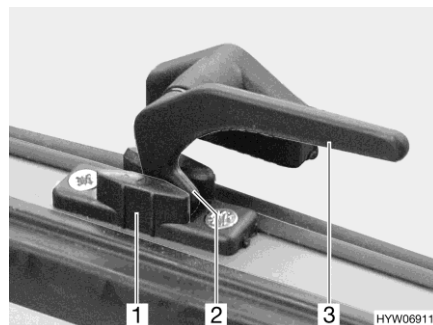

Bild 43 Låsarm (läget "kontinuerlig vädning")
- I läget "kontinuerlig vädning" (Bild 43)
- Sväng låsarmen (Bild 43,3) ett kvarts varv mot fönstrets mitt.
- Vrid tillbaka alla låsarmar. Därvid måste låsspaken (Bild 43,2) föras in i spåret på fönsterlåset (Bild 43,1).